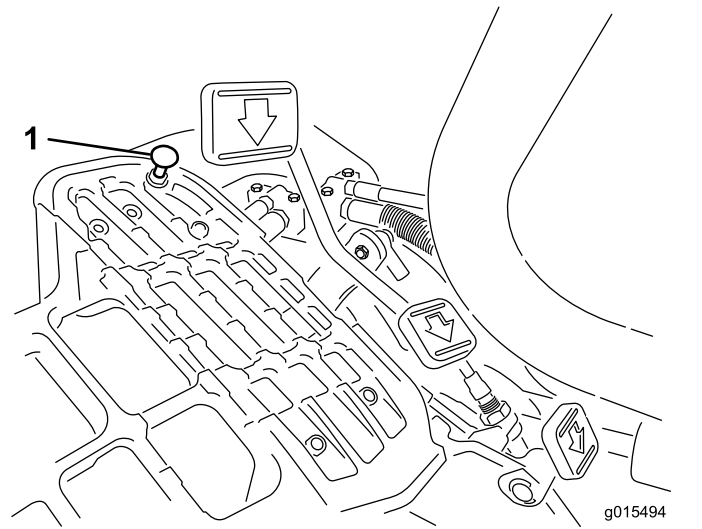

图54
向下踩驱动踏板。如果在拉线感到张紧力之前、踏板接触到限位器（图54）、则需要进行调整：
1. 松开将踏板限位器固定到底板上的凸缘头锁紧螺母（图54）。